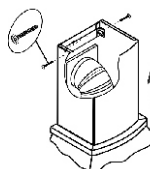

рис. 10
6.5 Для КВ: «Бельведер (Валенсия, Луизиана, Флоренция) 90», «Былина 90», «Вилла 90», «Вилла Валенсия, (Веда, Луизиана) 90», «Вилла Фрукты», «Пергола 60/90», «Терем 90». Выдвиньте вложенную в вытяжку фальштрубу, оденьте ее на кронштейн (рис. 10) и закрепите винтами.